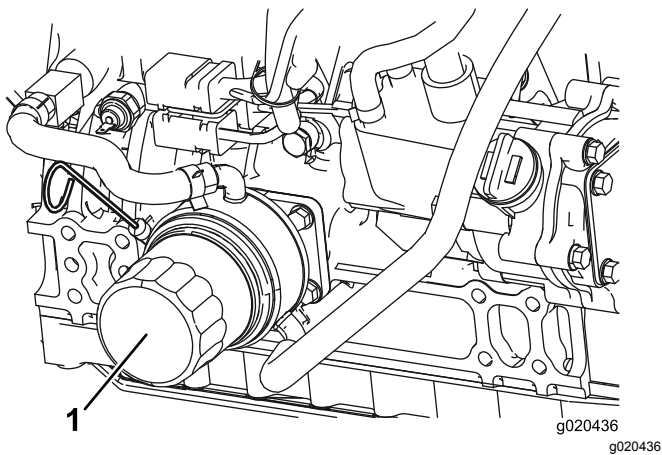

Рисунок 31
3. Снимите старый фильтр (Рисунок 31) и протрите поверхность уплотнительной прокладки на головке фильтра.